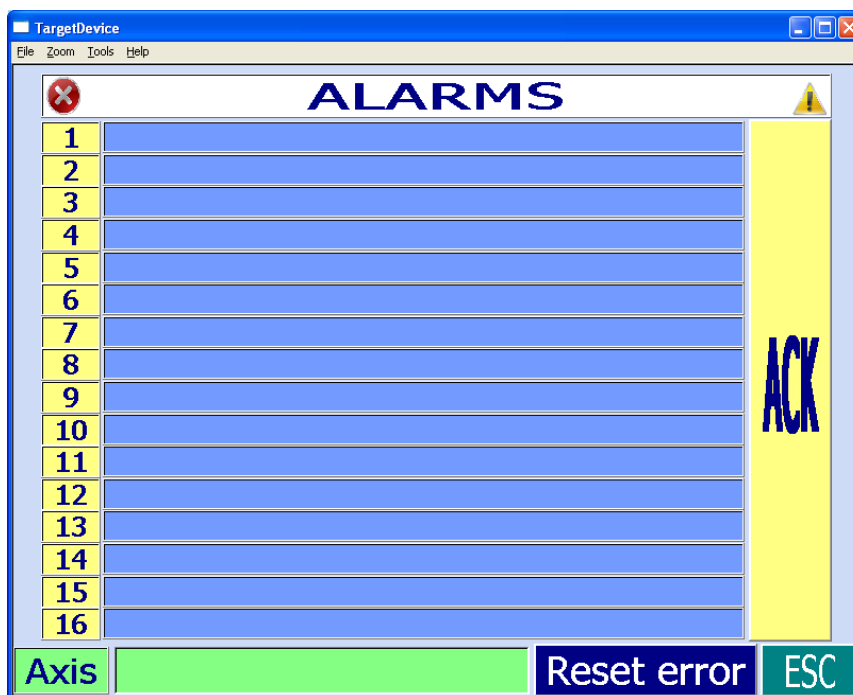

Рисунок 23
- 14.1. Нажмите кнопку ALARMS, если появится предупреждение об опасности. В следующем окне (Рис. 23) вы найдете список предупреждений. В нижнем поле вы можете увидеть координату, в которой была найдена ошибка. С помощью кнопки RESET ERROR, вы можете убрать предупреждение. После этого вы можете удалить ошибку из списка, нажатием ACK (подтвердить).